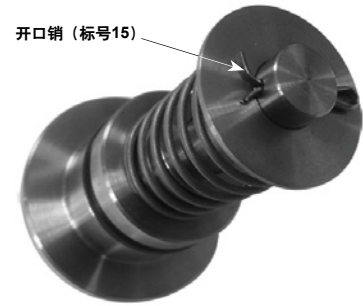

图6. 开口销 (标号15) 适当弯曲
调整调压器控制压力设置以确保符合特定应用的要求。使用弹簧加载调压器时,压力设置可以调整为表3所示弹簧范围内的值。要调整压力设置,请执行以下步骤(标号请参见图6和图7):
7. 安装阀座组件（标号13），使用开口销（标号15）将其紧固。使用钳子或类似工具弯曲开口销端（参见图6）。